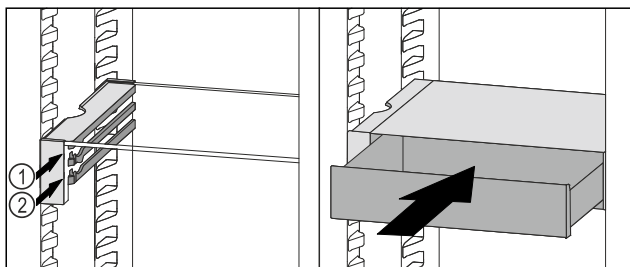

Fig. 207
- ▶ VarioSafe-Schubfach hinter den Stopperrn auf gewünschter Rippe Fig. 207 (1) oder Fig. 207 (2) aufsetzen.